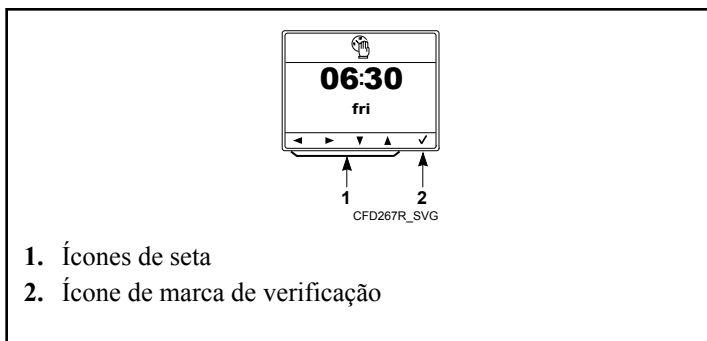

Figura 41
4. Aperte as teclas debaixo dos ícones de seta para ajustar o dia de início do ciclo. Consulte a *Figura 41* . Aperte as teclas debaixo dos ícones de seta para esquerda e para direita para selecionar um número. Aperte as teclas debaixo dos ícones de seta para cima e para baixo para ajustar o número selecionado.
5. Aperte a tecla debaixo do ícone de marca de verificação para confirmar a modificação do dia de início do ciclo. Consulte a *Figura 41* .
3. Aperte a tecla debaixo do ícone de marca de verificação para confirmar a modificação do horário de início do ciclo. Consulte a *Figura 41* . Aparece o dia de início do ciclo. Consulte a *Figura 41* .